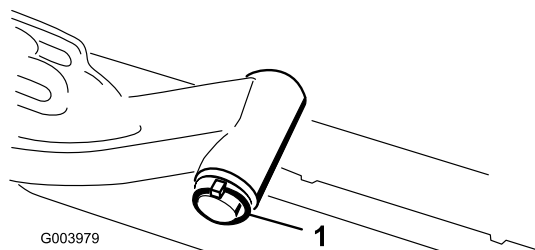

**Figure 17**
11. Pour verrouiller (fixer) la direction sur les plateaux de coupe, fixez la chape de pivot au bâti porteur avec la goupille élastique (Figure 17).